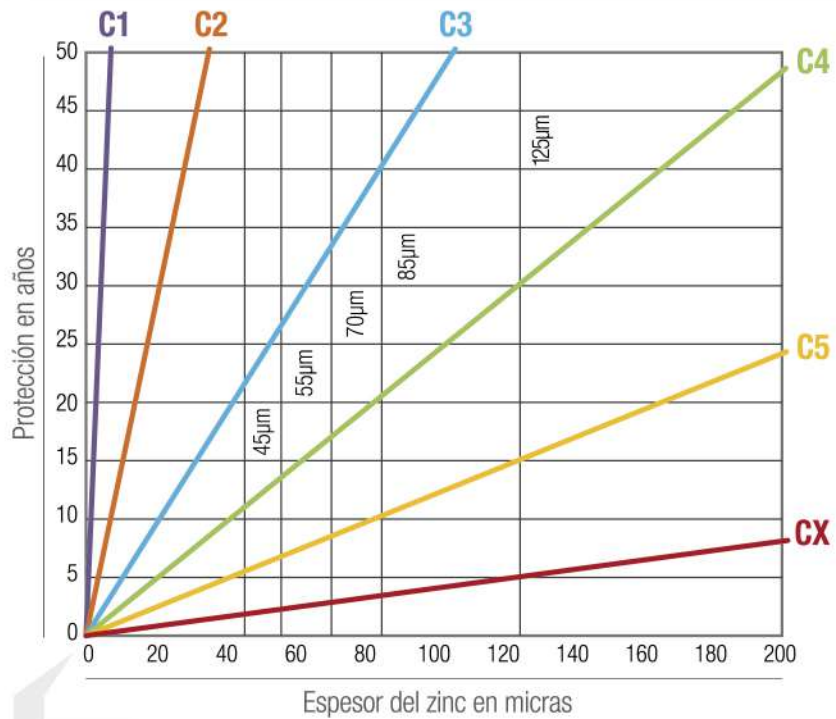

Figura 1
- **Alta resistencia de capa:** la aleación que se logra, posee una gran resistencia a golpes, rayones y al medio ambiente. (Ver figura 1).